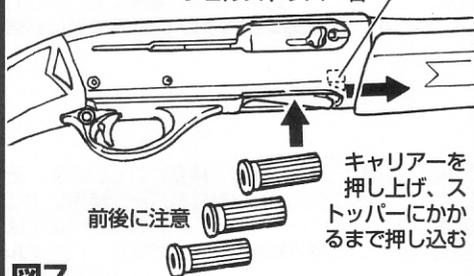

図7
### ②銃内へショットシェル → 図7・8参照
1. 図7を参考に銃のシェル入口を下にして、シェルの前後に注意し、キャリアーをまず押し上げ、そして、まっすぐマガジンチューブ内へ押し込みます。角度が付くと入れにくい場合があります。この時シェルがシェルストッパー右(チューブ最後の片側の突起→図19参照)にかかり、「カチッ」と音がするまで確実に押し込んでください。キャリアーに指等をはさまないようにご注意ください。